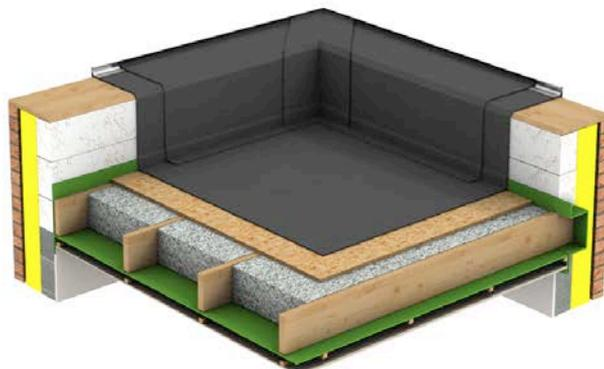

Fig. 1 Isolation d'une toiture plate compacte à l'aide d'un isolant en vrac (vue 3D).
2. poser un frein-vapeur (hygrovariable) sur les solives et veiller à ce que le frein-vapeur et la membrane de raccord à l'étanchéité sur l'acrotère se chevauchent afin de sceller l'espace (voir figures 1 et 2). La continuité entre les lés d'étanchéité doit être assurée avec le plus grand soin (voir NIT 255)